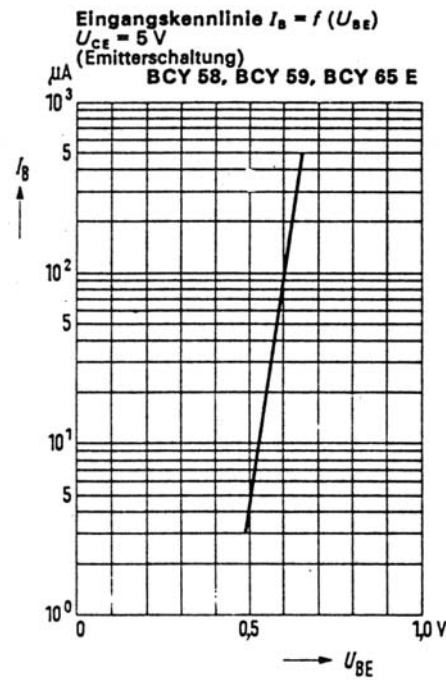
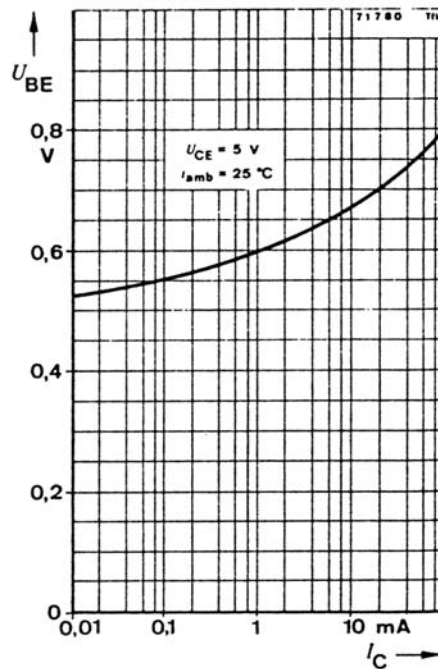

Abb. 2.4 Eingangskennlinie (Siemens).
Abb. 2.5 Übertragungskennlinie (AEG-Telefunken).
- Die *Basis-Emitter-Sättigungsspannung* U_{BEsat} kennzeichnet praktisch die Schwell- oder Schaltspannung des Transistors. Es muß wenigstens U_{BEsat} an der Basis anliegen, damit der Transistor voll leitend wird. Die Basis-Emitter-Sättigungsspannung eines SI-Transistors kleiner Leistung liegt typischerweise bei etwa 0,7 V. Bei wachsendem Basisstrom nimmt U_{BE} nur wenig zu (vgl. Abbildung 2.4). Ein Transistor, der mit $U_{BE} \geq U_{BEsat}$ betrieben wird, heißt "übersteuert". Typische U_{BE} -Werte, die einen Arbeitspunkt bei "analogem" Betrieb (Linearbetrieb) kennzeichnen, liegen zwischen $\geq 0,5$ und $< 0,7$ V (vgl. Abbildung 2.5). Bei Leistungstransistoren liegt U_{BEsat} typischerweise zwischen 1 und 4 V.
Die Kennlinien des Transistors sind aber alle irgendwie krumm! Betrachten wir beispielsweise Abbildung 2.5. Eine Änderung der Basis-Emitter-Spannung U_{BE} wird, je nachdem an welchem Punkt auf der U_{BE} -Achse wir ansetzen, zu unterschiedlich großen Änderungen des Kollektorstroms I_C führen. Der Ausweg: wir suchen uns ein Stück der Kennlinie heraus, das einigermaßen gerade ist. Der Mitte dieses Kennlinienstücks entspricht ein bestimmter Wert der Basis-Emitter-Spannung. Dies ist unser Arbeitspunkt, um den herum wir die Eingangsgröße nur um einen gewissen kleinen Betrag ändern. Der Bereich, der durch die zulässigen Änderungen nach oben und unten gegeben ist, heißt Aussteuerungsbereich. Bewegt sich die Eingangsgröße im Rahmen des Aussteuerungsbereichs, so arbeitet die Verstärkerstufe hinreichend linear.